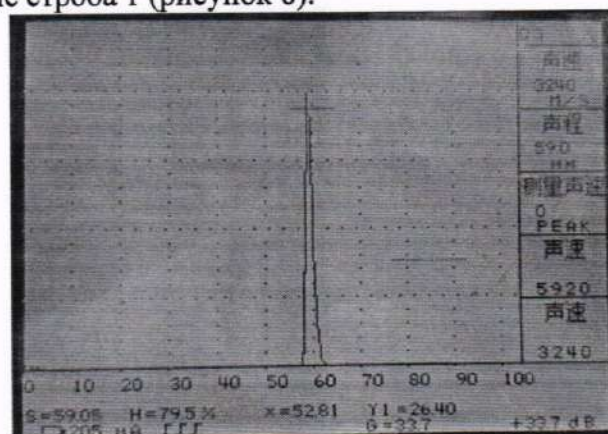

Рисунок 8
10.3.1.1.4 Нажмите кнопку «Измерение» и энкодером «С» установите началом отсчёта «0». Энкодером «В» установите видимую область 100 мм. Нажмите кнопку «Стробы», выберите режим «строб 1», энкодерами «А», «В», «С» установите строб 1 так, чтобы он перекрывал верхнюю часть эхосигнала. Нажать кнопку «АРУ», при необходимости скорректировать положение строба 1 (рисунок 8).